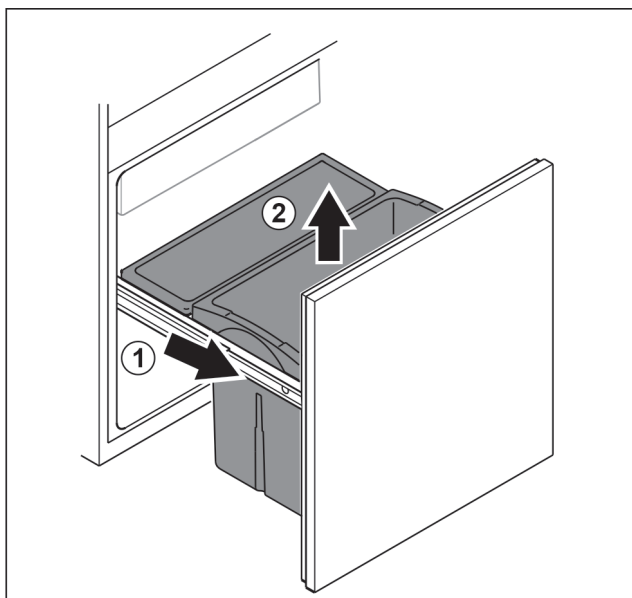

Fig. 101
- ▶ Wysunąć wózek wysuwany do oporu. Fig. 101 (1)
- ▶ Wyjąć szufladę do góry. Fig. 101 (2)